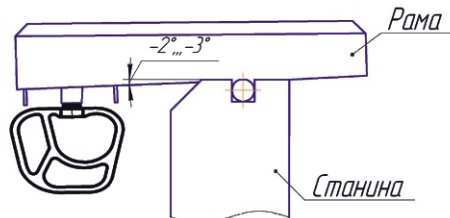

Рисунок 8 - Нижнее положение рамы
**Выставка рамы в нижнем положении** производится, аналогично, только рама предварительно опускается вниз на  $-2^\circ \dots -3^\circ$  (Рисунок 8).